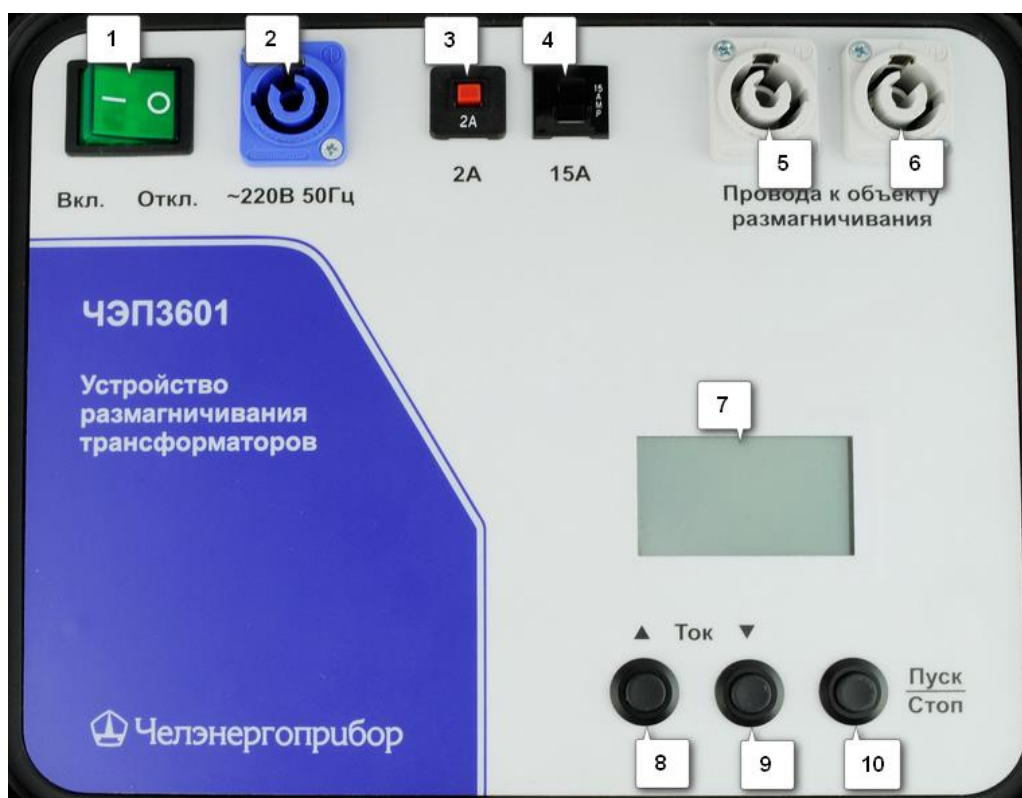
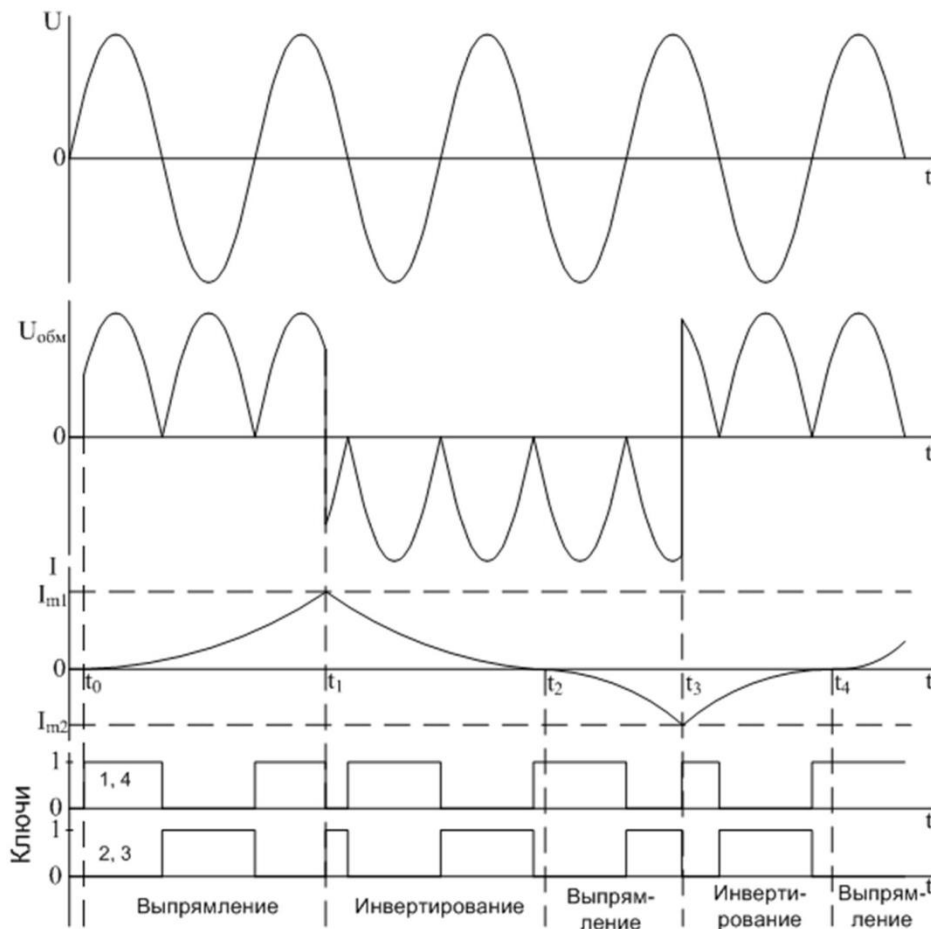
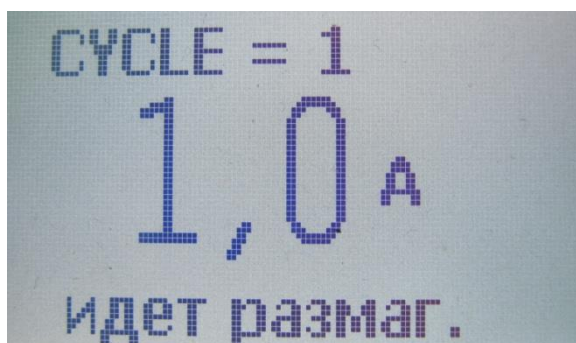

Рис.1. Лицевая панель ЧЭП3601
Рис. 4. Графики, поясняющие работу прибора
Рис. 6. Экран режима размагничивания
Вид лицевой панели прибора показан на рис. 1. На разъем питания 2 через шнур сетевого питания подается питание от сети 220 В 50 Гц. Автоматы защиты 3 (2 А) и 4 (15 А) служат для защиты управляющих и силовых цепей прибора от токов короткого замыкания. Выключателем 1 осуществляется включение/выключение питания прибора. На дисплей 7 выводится информация, необходимая пользователю. Разъемы 5 и 6 предназначены для подключения измерительных проводов. Кнопки 10 “Пуск/Стоп”, 8 “Больше”, 9 “Меньше” предназначены для управления прибором.
Работу прибора поясняют графики, представленные на рис. 4.
Пусть процесс размагничивания запускается в момент t_0 (рис. 4). Поскольку в этот момент напряжение U на входных зажимах 6, 7 положительно, ЦП 11 замыкает ключи 1, 4 и оставляет их замкнутыми до тех пор, пока не сменится полярность U , после чего ЦП размыкает ключи 1, 4 и замыкает ключи 2, 3, и так далее до тех пор, пока ток I через обмотку размагничиваемого трансформатора не достигнет предварительно установленной амплитуды I_{m1} (момент времени t_1). На всем протяжении интервала $t_0 < t < t_1$ направления напряжения на обмотке $U_{обм}$ и тока через нее I совпадают по направлению, следовательно, энергия идет из сети в обмотку, и имеет место режим выпрямления. По достижении током значения I_{m1} в момент t_1 , ЦП размыкает ключи 1, 4 и замыкает ключи 2, 3. При этом напряжение $U_{обм}$ скачком меняет полярность на отрицательную и ток I начинает убывать. Переключение транзисторов ключей происходит очень быстро, за время не более 1 мкс. Возникающая в момент бестоковой паузы ЭДС самоиндукции обмотки ограничивается цепями защиты ключей, которые за это время не успевают нагреться. На интервале $t_1 < t < t_2$ направления напряжения $U_{обм}$ и тока I противоположны, следовательно, энергия, накопленная в магнитном поле трансформатора, возвращается в сеть, т.е. имеет место режим инвертирования. ЦП продолжает поддерживать этот режим, переключая ключи в зависимости от полярности напряжения сети U . При переходе тока I через нуль (момент t_2), устройство снова переходит в режим выпрямления. Далее процесс повторяется с уменьшением амплитуды тока каждого следующего цикла «намагничивание-размагничивание» на 30% по сравнению с предыдущим до тех пор, пока очередное амплитудное значение тока не станет меньше 20 мА. После этого ЦП запирает все ключи и на этом процесс размагничивания заканчивается. Оставшееся в обмотке небольшое количество энергии может быть рассеяно в ключах, снабженных цепями защиты от перенапряжения. **После окончания размагничивания кнопки прибора блокируются.** Следующий процесс размагничивания можно осуществить, только выключив и повторно включив питание прибора выключателем 1 (рис. 1).
4.2.1. Начало размагничивания производится нажатием кнопки 10 (рис.1) «Пуск/Стоп». Внешний вид экрана режима размагничивания представлен на рис. 6. На данном рабочем экране располагается несколько функциональных областей: